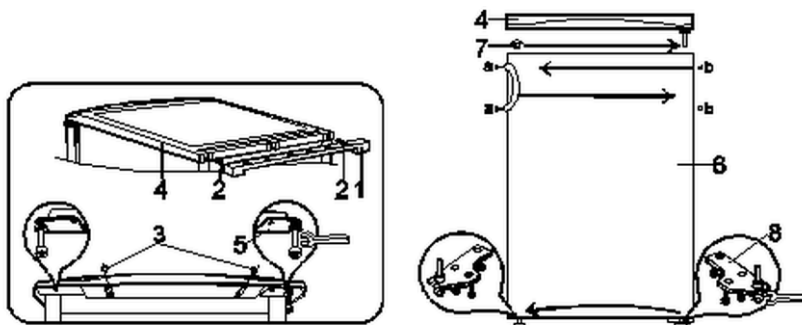

Рис. 5
1. Зняти кронштейн (1, рис. 5) і викрутити гвинти (2).
2. Викрутити обидва гвинти (3), що утримують верхню пластину пристрою.
3. Зняти верхню пластину (4).
4. Зняти кронштейн (5) разом із опорним штифтом із встановленими шайбами.
5. Викрутити з кронштейна (5) опорний штифт з шайбами і знову вкрутити його в інший отвір кронштейна (5).
6. Зняти двері (6) пристрою.
7. Зняти ущільнювальну пробку (7) з дверця і втиснути її в отвір з протилежного боку.
8. Зняти нижній кронштейн (8) разом із опорним штифтом із встановленими шайбами. Викрутити опорний штифт проти годинникової стрілки. Повернути кронштейн (8) на 180° і знову вкрутити опорний штифт. Закріпити кронштейн на протилежній стороні.
9. Встановити дверцята холодильної шафи на опорний штифт кронштейна (8). Пригвинтити кронштейн (5) разом із опорним штифтом із встановленими шайбами.
10. Встановити верхню пластину (4).
11. Щільно затягнути гвинти (2) і (3).